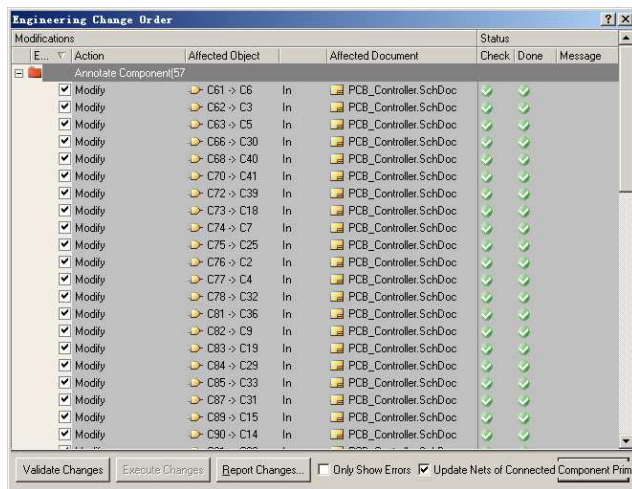

图 3.54 检查、执行完成后的“Engineering Change Order”对话框
(3) 单击“Validate Change”按钮检查所有的改变是否有效，当检查通过后，在每一项更改后的“Check”栏将出现一个绿色的“√”标记，当所有的改变经过验证是正确的以后，单击“Execute Change”按钮，执行所有改变。执行完成后，每一项更改后的“Done”栏将出现一个绿色的“√”标记，表示该系那个更改已经完成了，如图 3.54 所示。